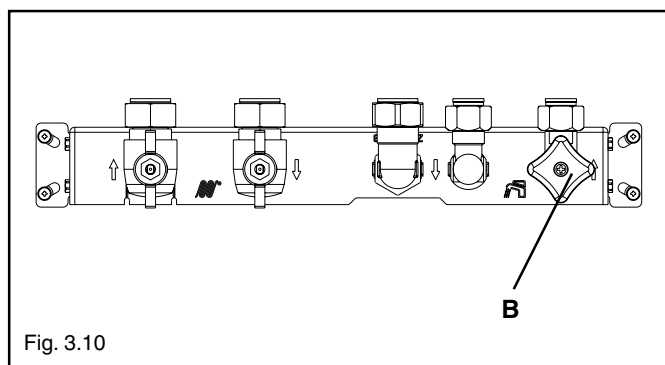

Fig. 3.10
- cerciorarse de que el grifo de entrada de agua fría situado en la plantilla esta abierto (B) - fig. 3.10
- abrir la llave de llenado del circuito (C) hasta que la presión indicada en el hidrómetro (D) se posiciona entre 1 y 1,5 bar.